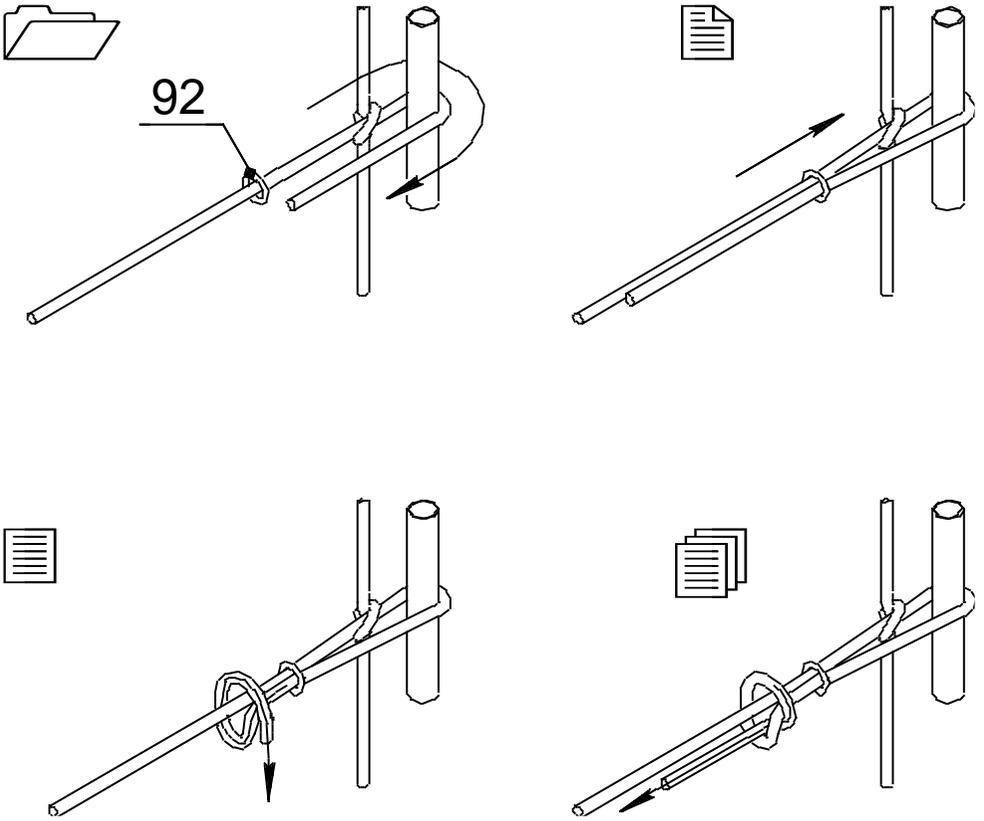

Рис.6 Схема крепления горизонтальных плетей сетки лаза
- G. Закрепить горизонтальные плети сетки лаза (рис.6).